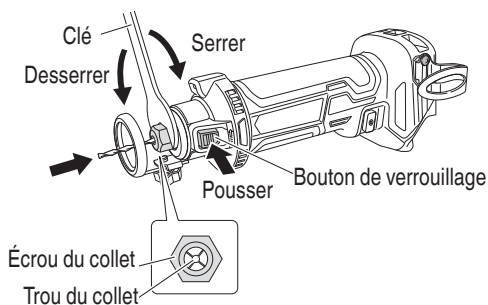

Fig. 9
4. Mise en place de la mèche (Fig. 9)